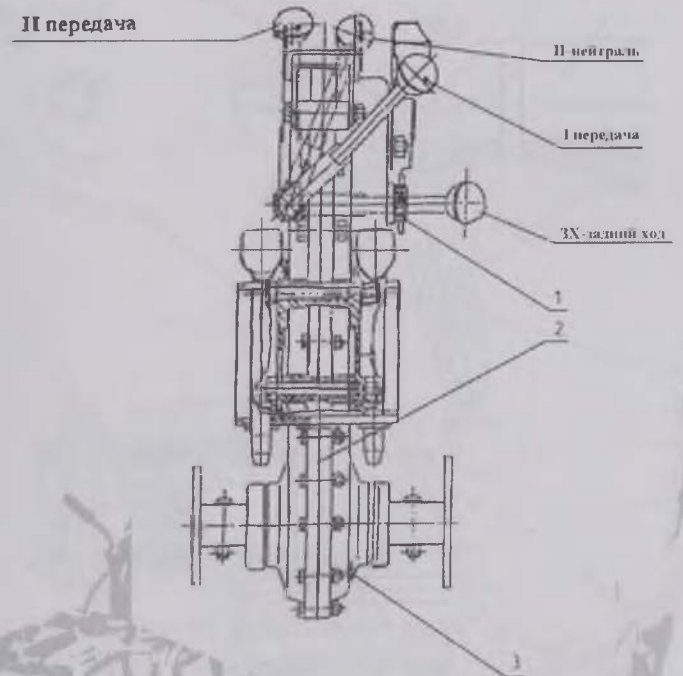

Рис. 5 Редуктор мотоблока
7.2.4 Проверку и заправку масла в редуктор мотоблока производите через маслосливное отверстие 1 редуктора рис. 5. Контроль уровня масла в редукторе выполняйте следующим образом:
- выверните пробку сливного отверстия 3 (рис. 5) на редукторе и слейте масло в чистую емкость объемом не менее 1,5 л. Оцените количество слитого масла, которое должно быть примерно 1,1 л;